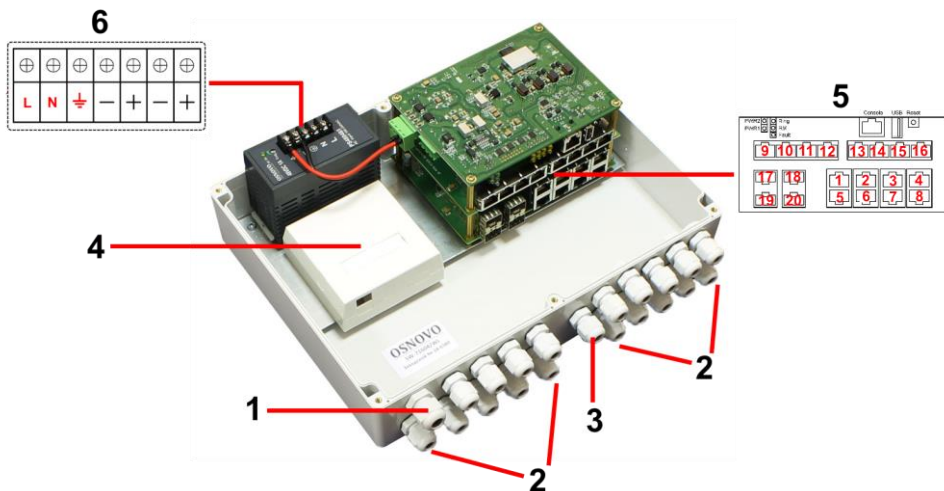

Рис. 4 Подключение уличного коммутатора SW-71604/WL
1. Проденьте кабели витой пары через соответствующие отверстия гермовводов (2) снаружи внутрь бокса (рис.4).